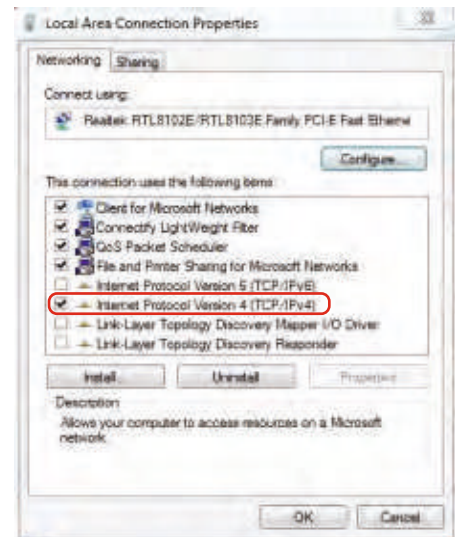

Fig. 6.3
- (2) Premere "Properties" per accedere a "Local Area Connection Properties" (vedere Fig. 6.3).